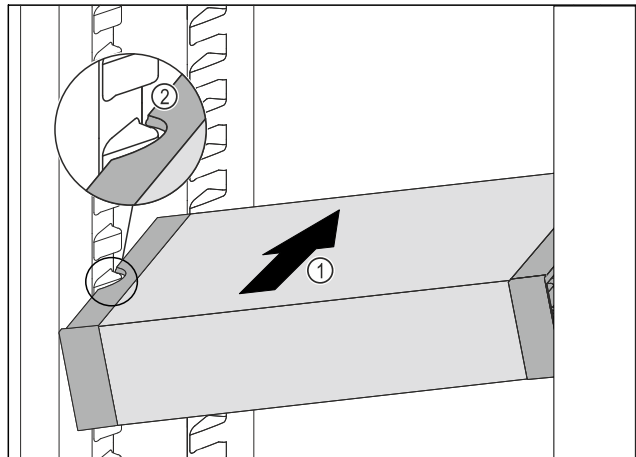

Fig. 133
- ▶ VarioSafe zasúvajte šikmo do chladničky Fig. 133 (1), kým sa bočné vybrania Fig. 133 (2) VarioSafe nebudú nachádzať vo výške rebra nádoby v chladničke.